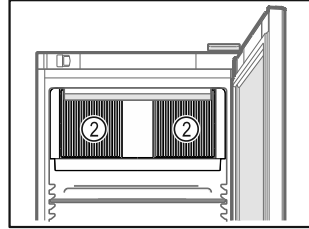

Fig. 59
- Oslobodite ventilacijske proreze Fig. 59 (2) za ventilator optočnog zraka u unutrašnjosti.